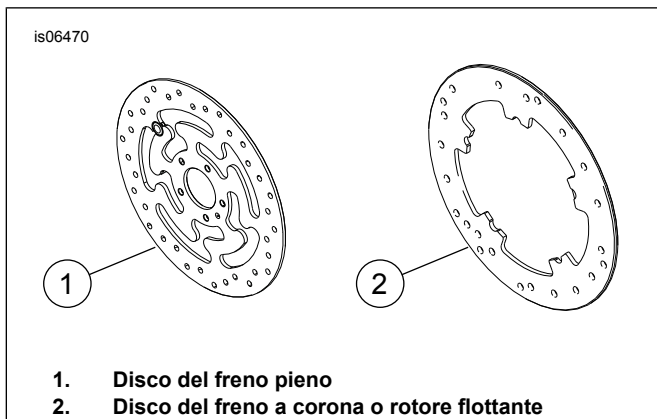

Figura 1. Tipi di dischi del freno anteriore
- Viti del disco del freno (vedere Figura 1 e Tabella 1)